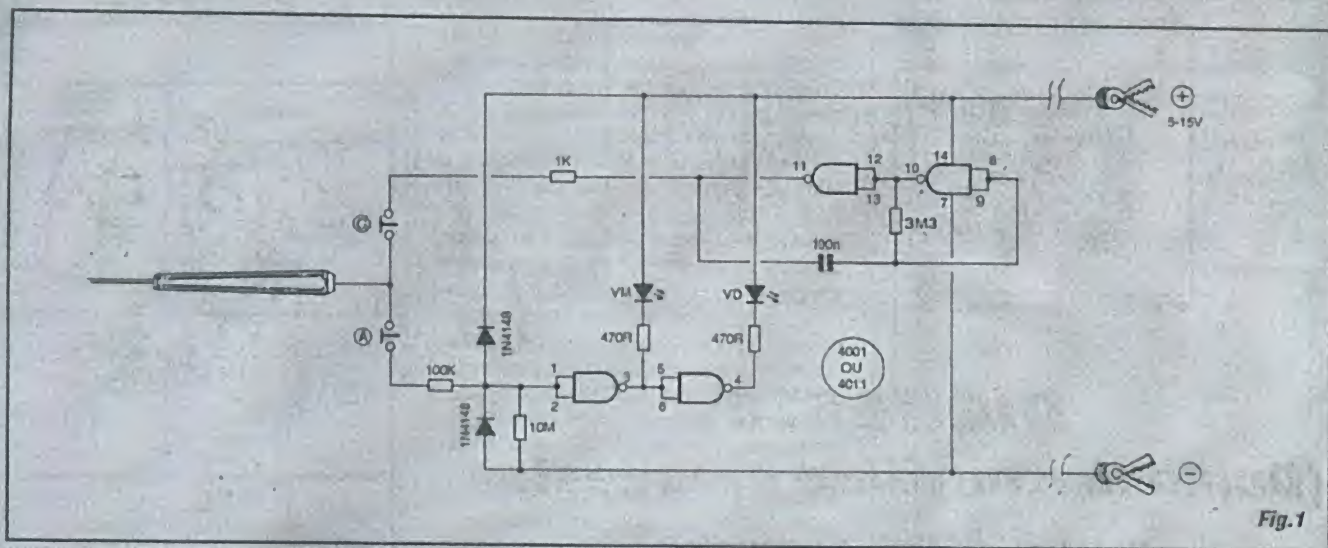

Fig. 1
- FIG. 1 - DIAGRAMA ESQUEMÁTICO DO CIRCUITO - O arranjo "divide em dois", para a realização das desejadas funções, um Integrado C.MOS 4001 ou 4011, Indiferentemente, já que embora um contenha *gates NOR* e o outro *gates NAND*, no caso *todos os gates* são utilizados como simples inversores (tendo suas duas Entradas "juntadas", sempre...). O bloco GERADOR de pulsos (que funciona, na prática, como uma espécie de "INJETOR" DE SINAIS DIGITAIS...) é formado pelos *gates* delimitados pelos pinos 8-9-10 e 11-12-13, que estão organizados em ASTÁVEL (já vimos tal estrutura em "Aulas" imediatamente anteriores da presente série...), oscilando em Frequência *bem* baixa, basicamente determinada pelos valores do resistor de 3M3 e capacitor de 100n... Dessa forma, quando premido o *push-button G*, através do resistor protetor e limitador de 1K um "trem" de pulsos, lentos, facilmente "acompanháveis", é oferecido pela ponta de prova, podendo ser "injetado" em qualquer Entrada de *gate*, bloco, módulo ou circuito digital C.MOS, proporcionando assim uma prática análise dinâmica do dito cujo! No outro bloco do DITE, utilizamos os dois *gates* (delimitados pelos pinos 1-2-3 e 4-5-6...) como um mero par de *inversores*, "enfileirados", com cada Saída (pinos 3 e 4...) comandando um LED (respectivamente *vermelho* e *verde*...) através de resistores de proteção de 470R... A Entrada geral desse módulo situa-se nos pinos 1-2 ("juntados") do Integrado, mantida em *stand by* sob condição digital "baixa" (pela presença do resistor de 10M e cuidadosamente protegida contra "picos" de Tensão, excessos momentâneos ou